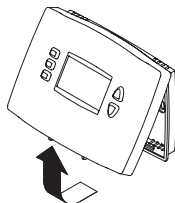

Figura 1
2. Separar el termostato de la placa mural como se indica en la Figura 1.